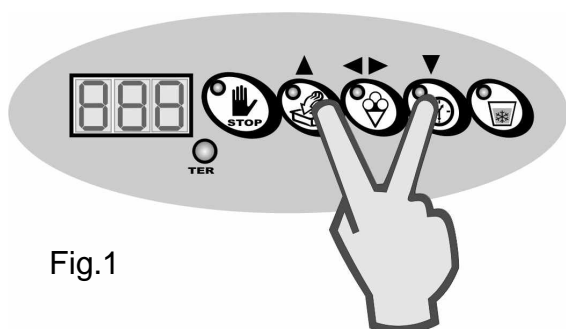
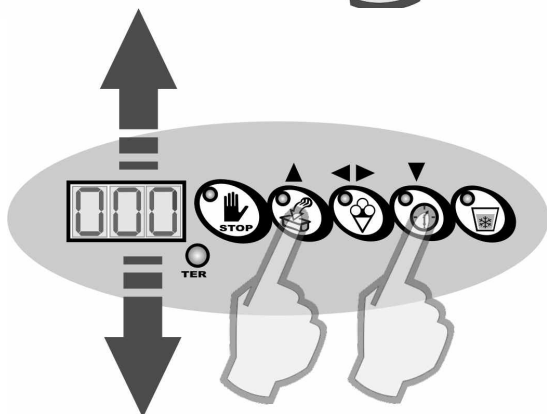

Fig.1
Fig.2
4. Appuyer en même temps les touches "UP" et "DOWN" jusqu'à l'affichage de la page-écran de sélection mot de passe (fig. 1). Insérer le mot de passe en augmentant ou en diminuant les valeurs par les touches UP et DOWN (FIG.2), puis appuyer CONFIRMATION pour valider le mot de passe inséré. Si vous ne connaissez pas le mot de passe, adressez vous au service d'assistance de la société Frigomat.
6. Si vous ne désirez pas modifier la valeur de l'étape sélectionnée, appuyer sur la touche UP pour accéder directement à l'étape successive. (fig. 2)